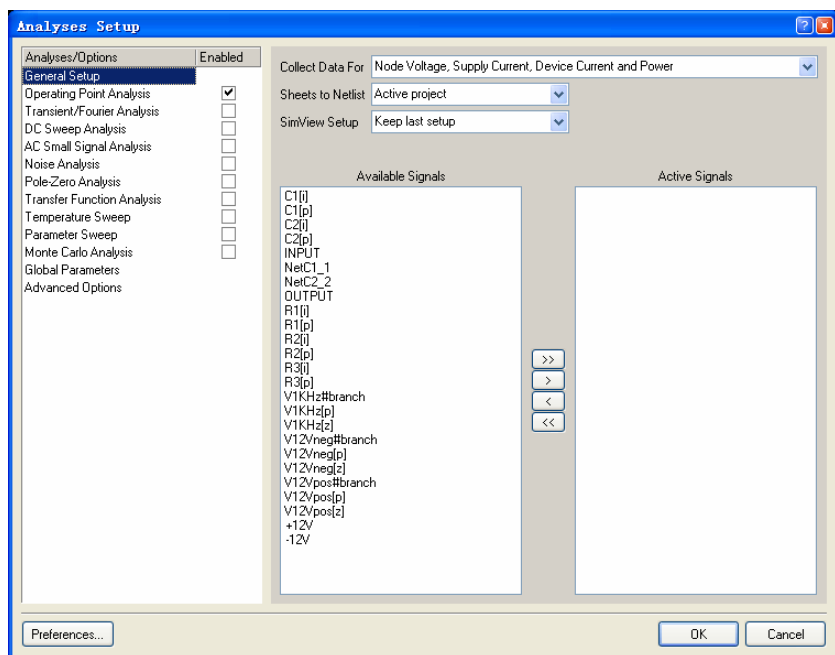

图 6.4 “Analyses Setup”对话框
(11) 在主菜单中选择“Design”->“Simulate”->“Mixed Sim”命令，打开如图 6.4 所示的“Analyses Setup”对话框。